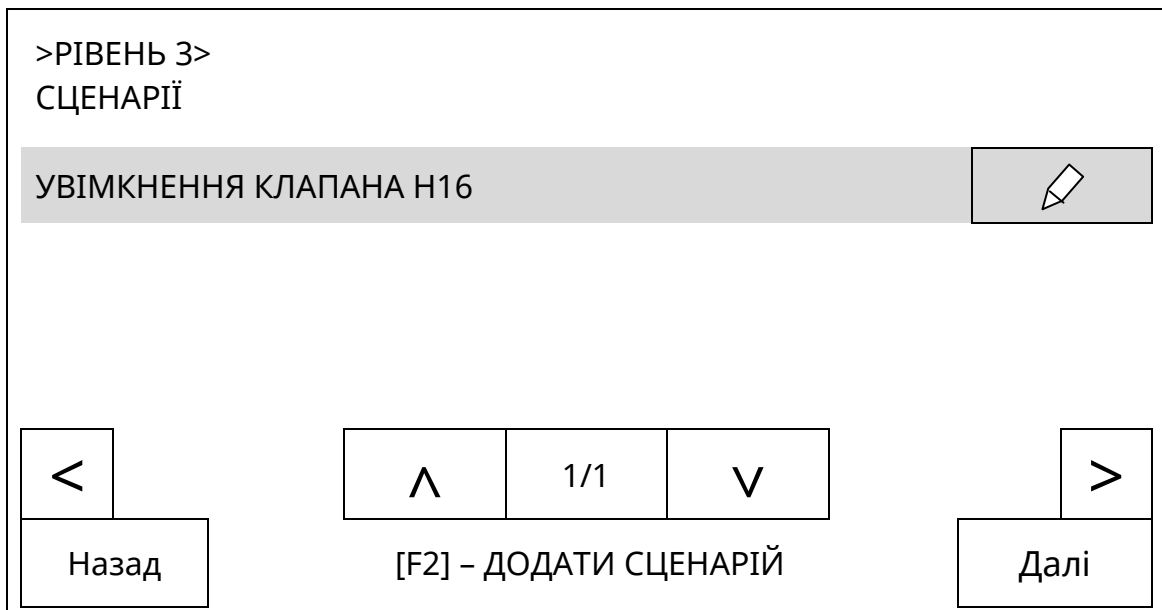

Рисунок 10.18.1 - Список сценаріїв (запрограмовано один сценарій)
10.18.1.1 Якщо доторкнутися до кнопки [СЦЕНАРІЙ], відкривається вікно (рис. 10.18.1) в якому знаходиться перелік запрограмованих сценаріїв. На початковому етапі у вікні немає жодного сценарію. Створення будь-якого сценарію починається з виконання команди [F2 - ДОДАТИ СЦЕНАРІЙ]. Для редагування назви сценарію необхідно доторкнутися до кнопки [] і за допомогою клавіатури на дисплеї ППКП внести потрібні зміни.
Для формування списку дій окремого сценарію необхідно виконати наступну послідовність операцій у вікні списку сценаріїв на дисплеї ППКП (рис. 10.18.1):